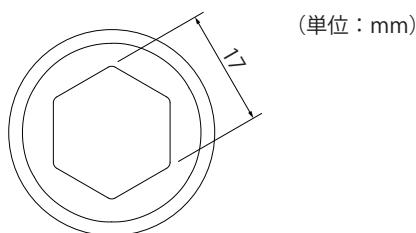

図 1
- 操作ハンドルの六角穴をハンドルファスナーの六角部(図1)に、はめ込んでください。(図2)